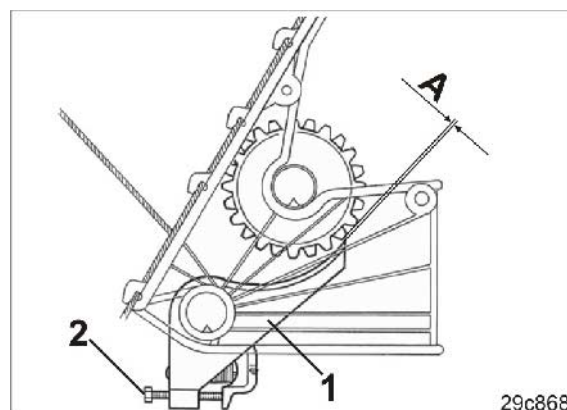

図 220
2. 床フラップ (図 220/1) がスムーズに動くか確認します。
床フラップとシードホイールの間距離「A」(図 220) は 0.1 mm ~ 0.5 mm です。
5. ねじ (図 220/2) で指定の距離を設定します。